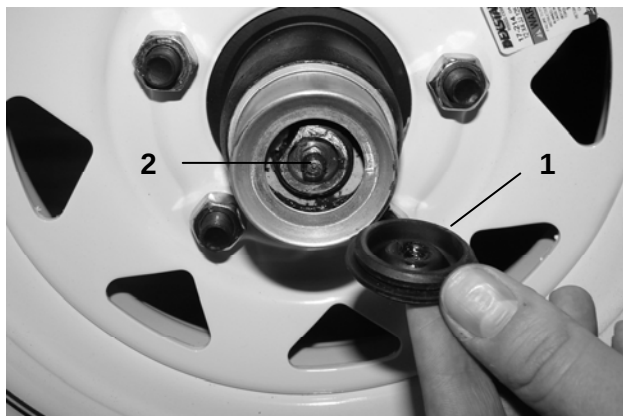

Figura 21
1. Puede accederse al engrasador de los cojinetes de las ruedas por detrás del tapón de goma de la tapa de protección contra el polvo (Figura 21).